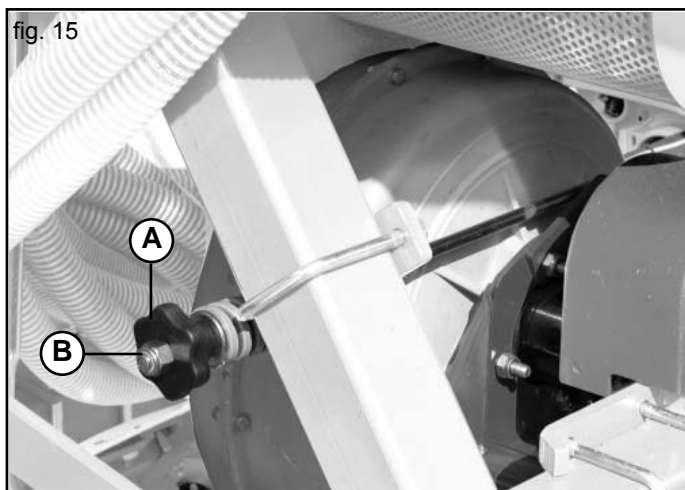
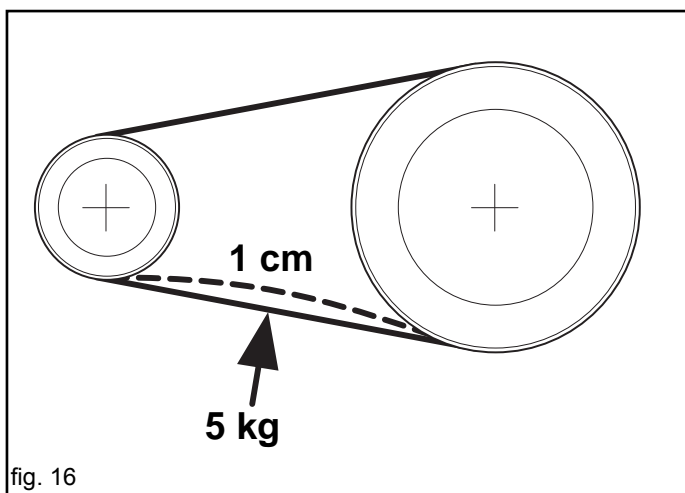

fig. 15
fig. 16
- 2) Régler la tension de les courroies avec la manivelle (A Fig. 15). Appuyer sur la courroie, dans la zone centrale entre les deux poulies, en exerçant une force de 5 kg. La force exercée doit provoquer une déformation sur la courroie concernée de 1 cm max. (Fig. 16).
Pour le remplacement des courroies desserrer complètement le tendeur A (Fig. 15).
Attention: NE PAS DESSERER l'écrou B (Fig. 15).